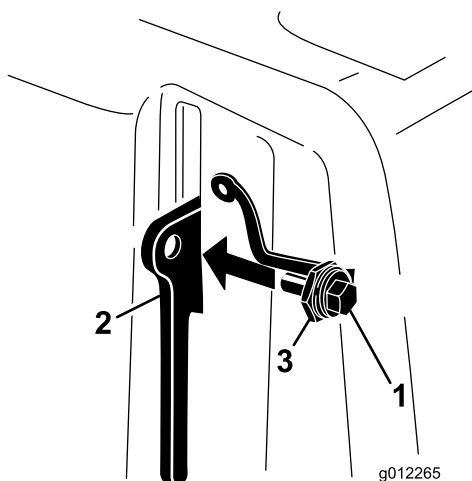

Figura 8
3. Introduceți șurubul în maneta de blocare (Figura 8).